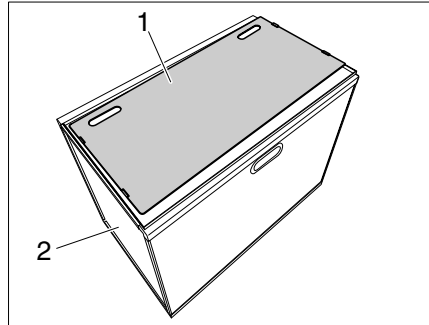
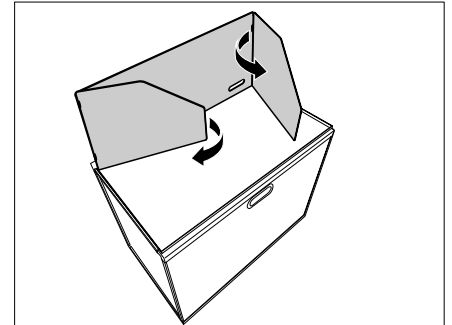

Bild 23 Windschutz abstellen
Bild 24 Rückenteil und Seitenteile aufstellen
- Windschutz (Bild 23,1) der Campbox entnehmen und auf dem Auszug mit Stauraum (Bild 23,2) abstellen.
- Windschutz wie im Bild 23 und Bild 24 zu sehen aufstellen.